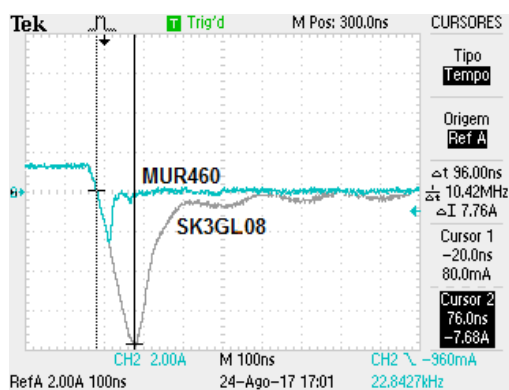
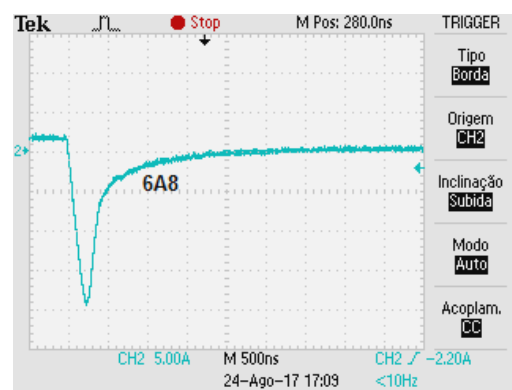

Figura 2 – Bloqueio dos diodos MUR460 e SK3GL08
Figura 3 – Bloqueio do diodo de linha 6A8
A Figura 2 mostra as curvas de resposta de dois diodos de potência utilizados no LEP. Em ambos os ensaios, eles conduzem uma corrente direta  $i_F \approx 1,6A$ , quando são bruscamente submetidos a uma tensão negativa ( $-30V$ ). Observa-se claramente que o diodo MUR460 responde mais rapidamente do que o outro (SK3GL08), comportando-se de forma mais próxima de um diodo ideal. A Figura 3 mostra a resposta do diodo de linha 6A8, é um diodo de linha (bastante lento). Ele apresenta uma resposta inaceitável para a situação apresentada (observe o valor do pico negativo de corrente que ele permite). De uma forma geral, o valor da corrente reversa de um diodo cresce com a temperatura e com a taxa de decrescimento da corrente direta, i.e. a corrente reversa cresce com  $-di_F/dt$ .
4. Para os diodos das formas de onda da Figura 2 e da Figura 3 apresentadas na seção de complementação teórica acima, determine aproximadamente os valores de: a)  $I_{RM}$  b)  $t_{tr}$  c)  $Q_{tr}$